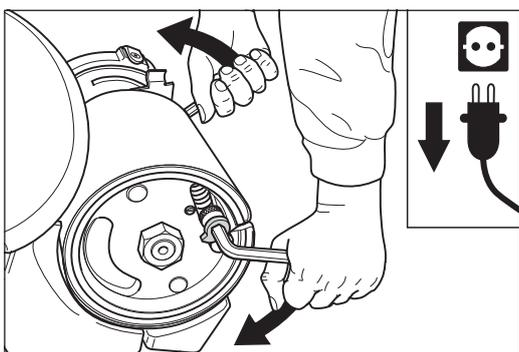

Abb. 18 Spannen des Papiers mit den beiden Innensechskantschlüsseln (Größe 10 mm).
- 10 Spannen Sie nun das Schleifmittel, indem Sie mit der linken Hand den Innensechskantschlüssel nach unten drücken und gleichzeitig mit der rechten Hand den anderen Innensechskantschlüssel nach oben ziehen (Abb. 18). Dadurch wird das Schleifmittel durch die Drehbewegung nach innen gezogen und zwischen den Spannbolzen gespannt.